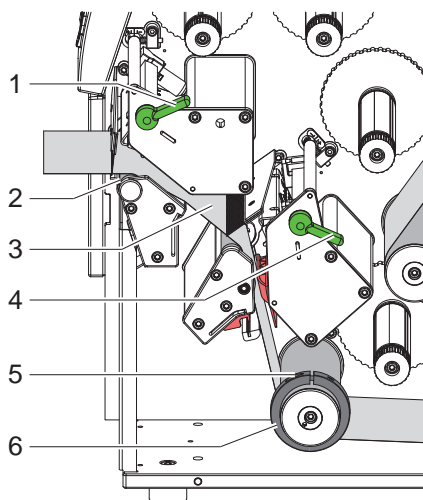

Bild 9 Etiketten einlegen
3. Gewindestift (5) lösen und Führungsring (6) ganz nach außen schieben.
4. Etiketten wie in Bild 9 durch beide Druckeinheiten bis zur oberen Druckwalze (2) führen.
5. Führungsring (6) gegen den Etikettenstreifen (3) schieben und Gewindestift (5) anziehen.